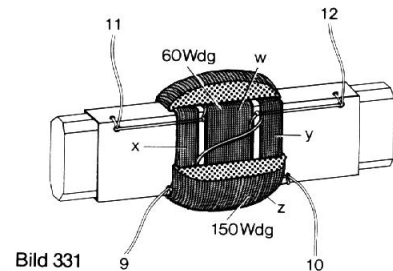

Bild 331
- () Über die drei Wülste w, x und y 150 Windungen (z) wickeln. Dadurch wird die Spule w ganz in die Spule 9–10 eingebettet (Bild 331).